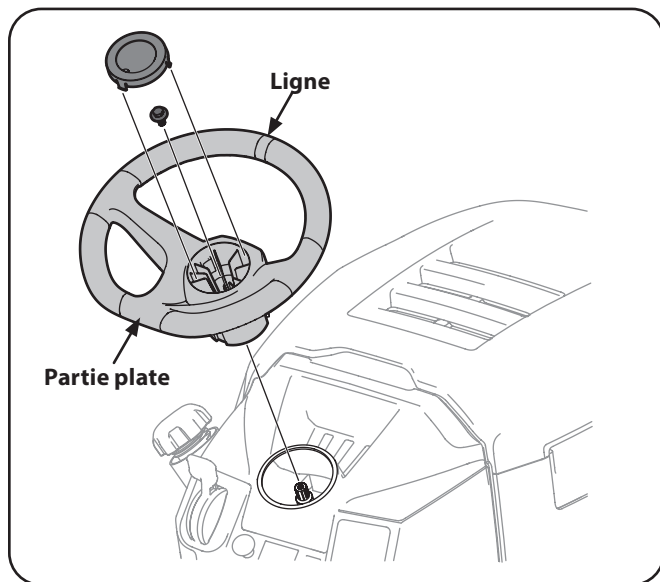

Figure 3-3
1. Placez les roues de l'appareil de sorte qu'elles pointent vers l'avant, puis placez le volant de direction sur l'arbre de direction en vous assurant que la ligne au milieu du volant pointent vers l'avant et que la partie plate du volant soit face vers le siège. Voir Figure 3-3.